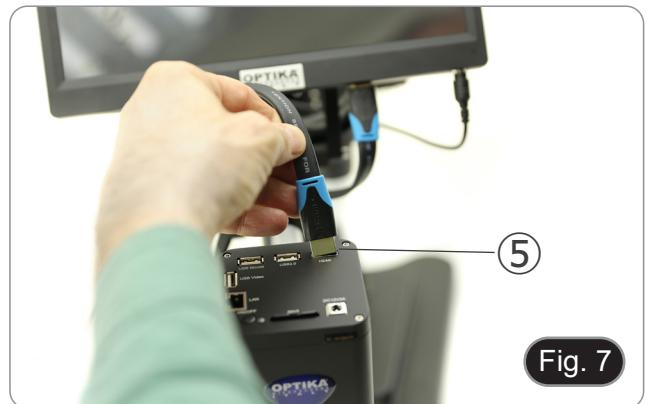

Fig. 7
8. Connectez une extrémité du câble HDMI à la prise de la caméra "HDMI" ⑤ et l'autre extrémité au moniteur. (Fig. 7)